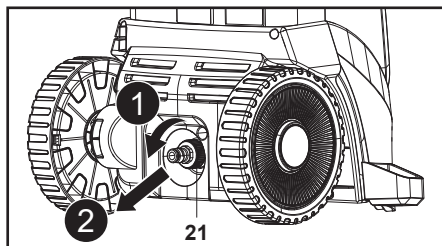

Fig. 19
1. Scoate adaptorul (21) de la racordul de admisie a apei (13) (fig. 19).